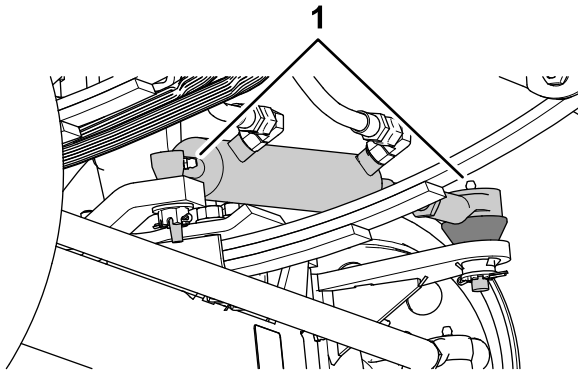
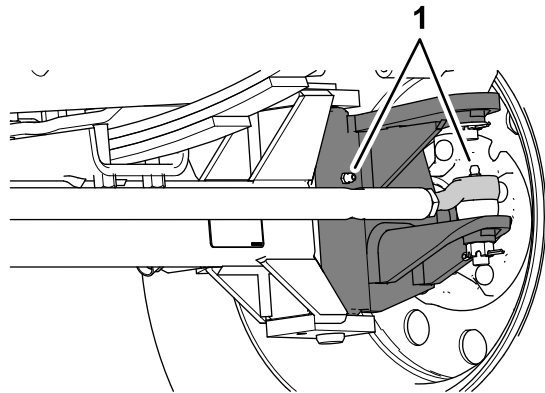

Figura 63
Figura 64
- Limpe os bocais de lubrificação (Figura 63 e Figura 64).
2. Introduza o lubrificante nos bocais de lubrificação (Figura 63 e Figura 64).
Nota: As posições dos bocais de lubrificação estão ilustradas na Figura 63.